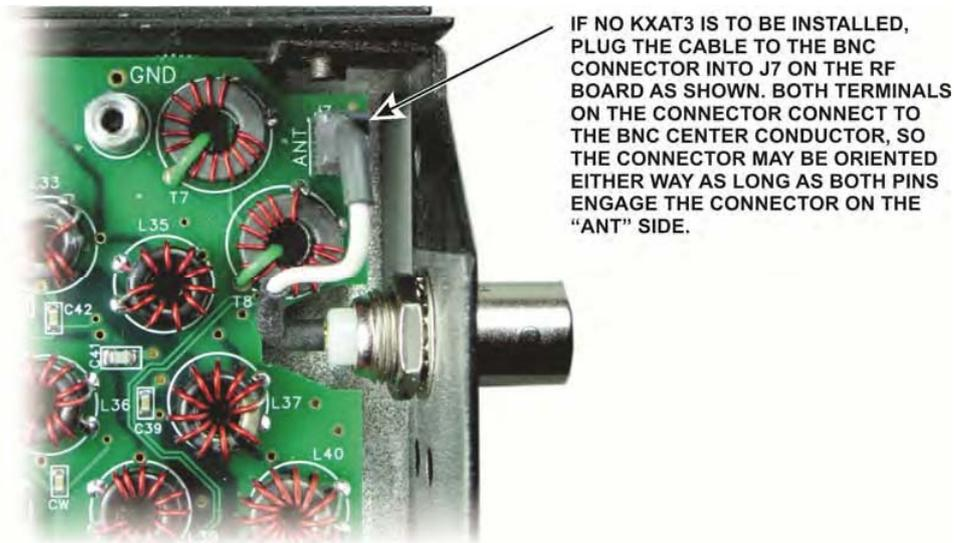

Figure 44. Connecting the BNC Cable - No KXAT3 ATU.
□ インストールすべきKXAT3 ATUがある場合は、このステップをスキップしてください。図44に示されるようなRFボード上のアンテナ・コネクタからJ7にKXAT3オプションにワイヤーを接続させない場合。両方のピンがANT側でコネクタを取るように、コネクタは必ず適応させてください。